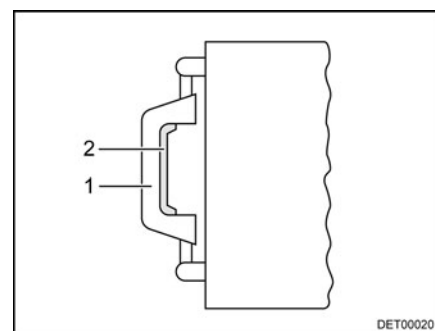

Fig. 44 Lanterneau, poignée
- Appuyer sur le verrou (Fig. 44,2) vers l'intérieur du lanterneau. Pousser le lanterneau simultanément vers le haut par la poignée (Fig. 44,1).
- Tirer fortement le lanterneau vers le bas par les deux poignées (Fig. 44,1) jusqu'à ce que les deux poussoirs s'encliquettent.